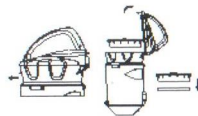

Рисунок 3
- Поверните крышку пылесборника и извлеките фильтр (рис.3)